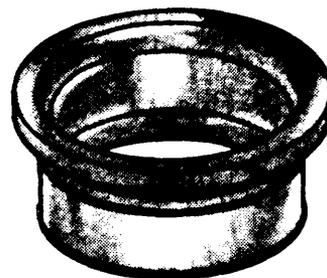

Fig. 3
Cumplen la misma función que las emplomadas; en este caso, el material interpuesto es una empaadura de goma que se obtiene en el comercio (fig. 3).
- b. El diámetro interior de la empaadura, previamente alojada en la campana, es ligeramente menor que el diámetro exterior de la espiga. Por esta razón, para que la espiga pueda entrar, es necesario achaflanar la punta (ver fig. 3).